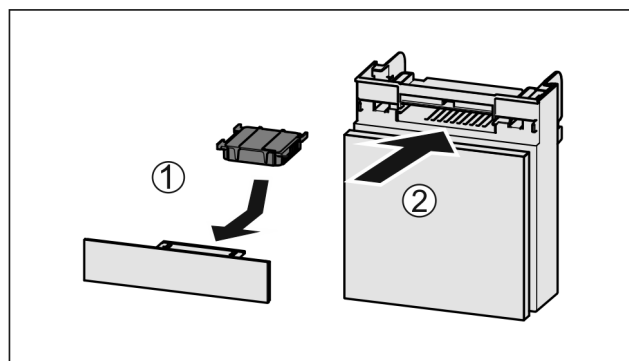

Fig. 119
- ▶ Filtr s aktivním uhlím vložte podle vyobrazení Fig. 119 (1).
- ▶ Zásuvku zasuňte Fig. 119 (2).